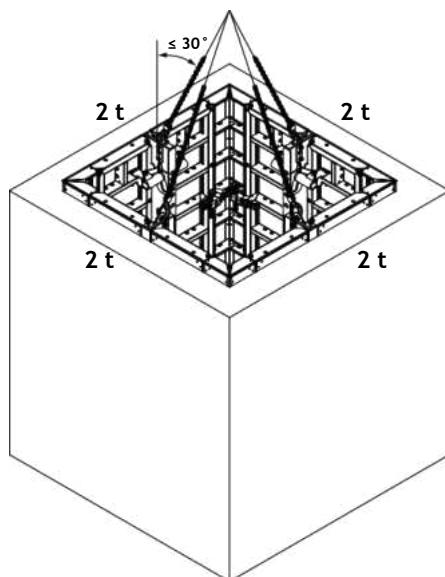

Fig. A17.02
2. Подсигурете с болтове и шплентове (90.1). (Fig. A17.02)